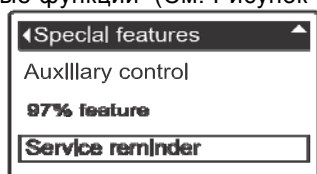

РИС. 78
1. С любого прокручивающегося экрана статуса нажать кнопку ВЫБОР (O) для отображения **Главного меню**.
3. Нажать кнопку ВЫБОР (O) для отображения меню **Дополнительные установки**.
5. Нажать кнопку ВЫБОР (O) для отображения меню **Специальные функции** (См. Рисунок 78).
9. Нажать кнопку ВЫБРАТЬ (O). Дисплей вернется обратно в меню **Специальные функции** (Рисунок 78).